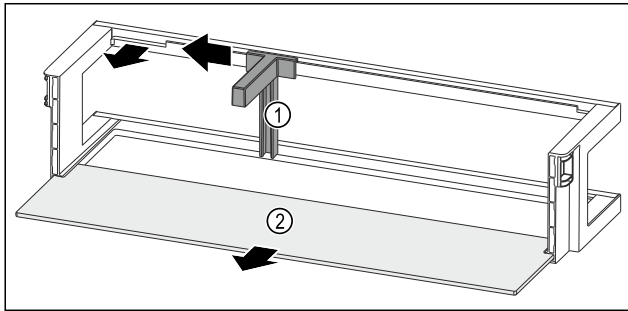

Fig. 133 Estante en la contrapuerta con soporte para botellas y estante
- ▶ Empuje el soporte para botellas Fig. 133 (1) hacia un lado hasta la entalladura.
- ▶ Retire el soporte para botellas Fig. 133 (1).
- ▶ Retire el estante Fig. 133 (2).